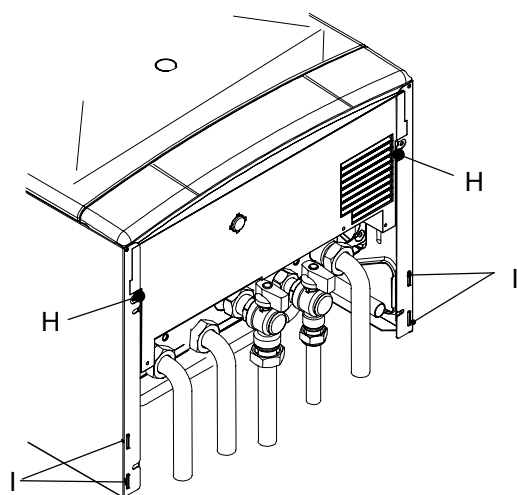

Fig. 5.11
- 2 Remove the screws H and loosen the screws I Fig. 5.11.
- 2 Отверните болты H и ослабьте болты I. (Рис.5.11)